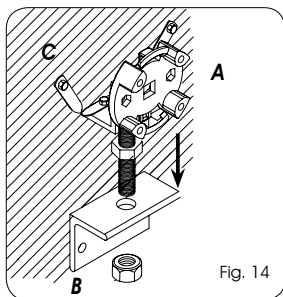

Fig. 14
2. Bevestig de regelbare motorsteun (Fig.14 Ref.A) in het gat van de winkelhaak (ref. B), zoals op figuur 14